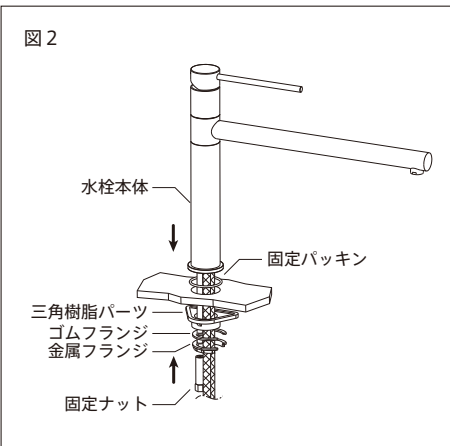

図2
2. 水栓本体に固定バックンを通し、天板の水栓取付穴に差し込みます。（図2）
3. 天板裏面より三角樹脂パーツ、ゴムフランジ、金属フランジを通し、固定ナットをセットします。（図2）